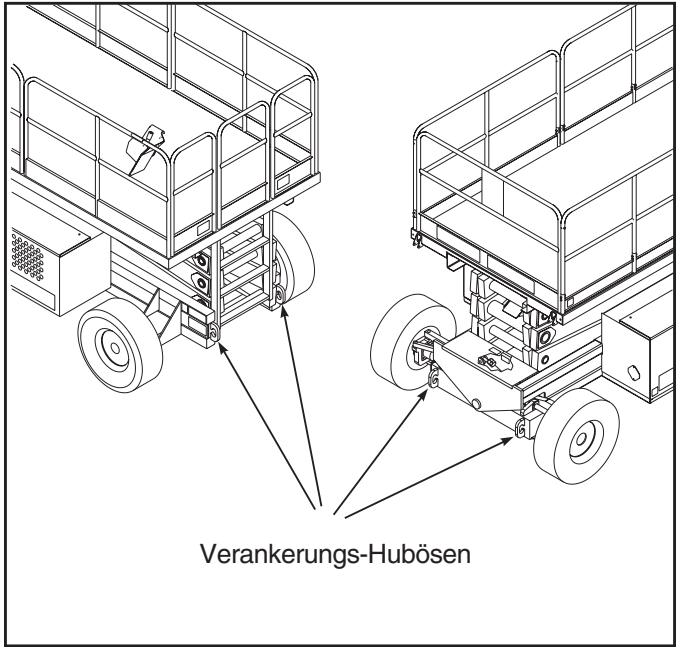

Abbildung 8: Transport der Arbeitsbühne
- 1. Gurte nur an den Verankerungspunkten oder Hubösen des Fahrwerks befestigen. (Abbildung 8).
- 2. Arbeitsbühne am Transportfahrzeug mit Ketten oder Gurten ausreichender Zugfestigkeit, die an den Verankerungs-Hubösen des Fahrwerks befestigt werden (Abbildung 8), verankern.